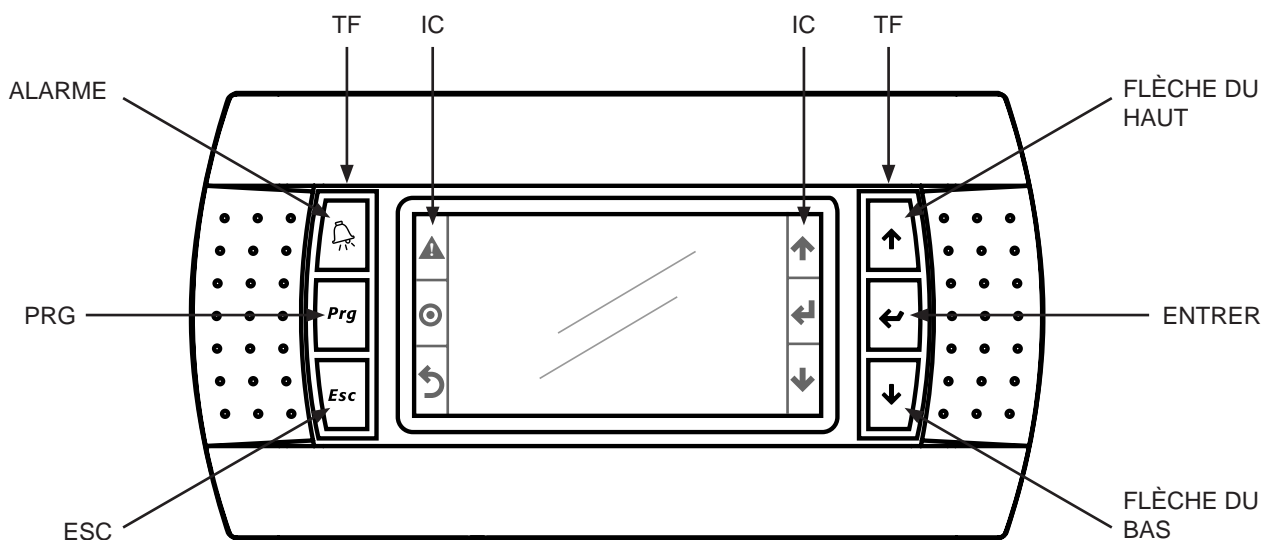

Figure 16
(1) Compatible uniquement avec les modèles adiabatiques (AVK, AVS, AVW).
(2) Uniquement compatible avec les modèles de sièges d'appoint. Les modèles Chillbooster ne font pas l'objet de ce manuel.
9.10 Le panneau à distance (A2) se compose d'un écran central et de touches latérales physiques 3+3: à gauche de l'écran se trouvent les touches "ALARME", "PRG", "ESC", à droite les touches "FLÈCHE VERS LE HAUT", "ENTRER", "FLÈCHE VERS LE BAS". Voir la Figure 16. La fonction des touches TF physiques est explicitée par les icônes IC correspondantes sur l'écran.